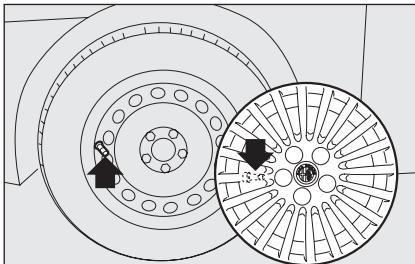

fig. 12
- ponga el embellecedor en la llanta haciendo coincidir el símbolo , grabado en el interior del embellecedor, con la válvula de inflado fig. 12;